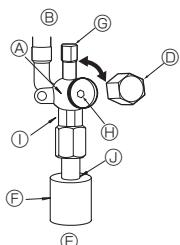

Fig. 4-6
(1) Сторона с газом/жидкостью ZRP35-71 (Fig. 4-6)
- ① Снимите колпачок и поверните шток золотника против часовой стрелки до упора, используя для этой цели 4 мм шестиугольный гаечный ключ. Прекратите поворачивать шток в момент, когда тот достигнет стопора. (e9,52: Приблизительно 10 оборотов)
- ② Убедитесь в том, что запорный кран полностью открыт, надавите на ручку и поверните колпачок в первоначальное положение.